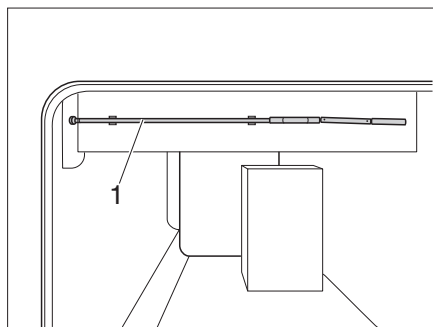

Fig. 143 Manovella di regolazione in altezza
- Togliere la manovella (Fig. 143,1) dal supporto.